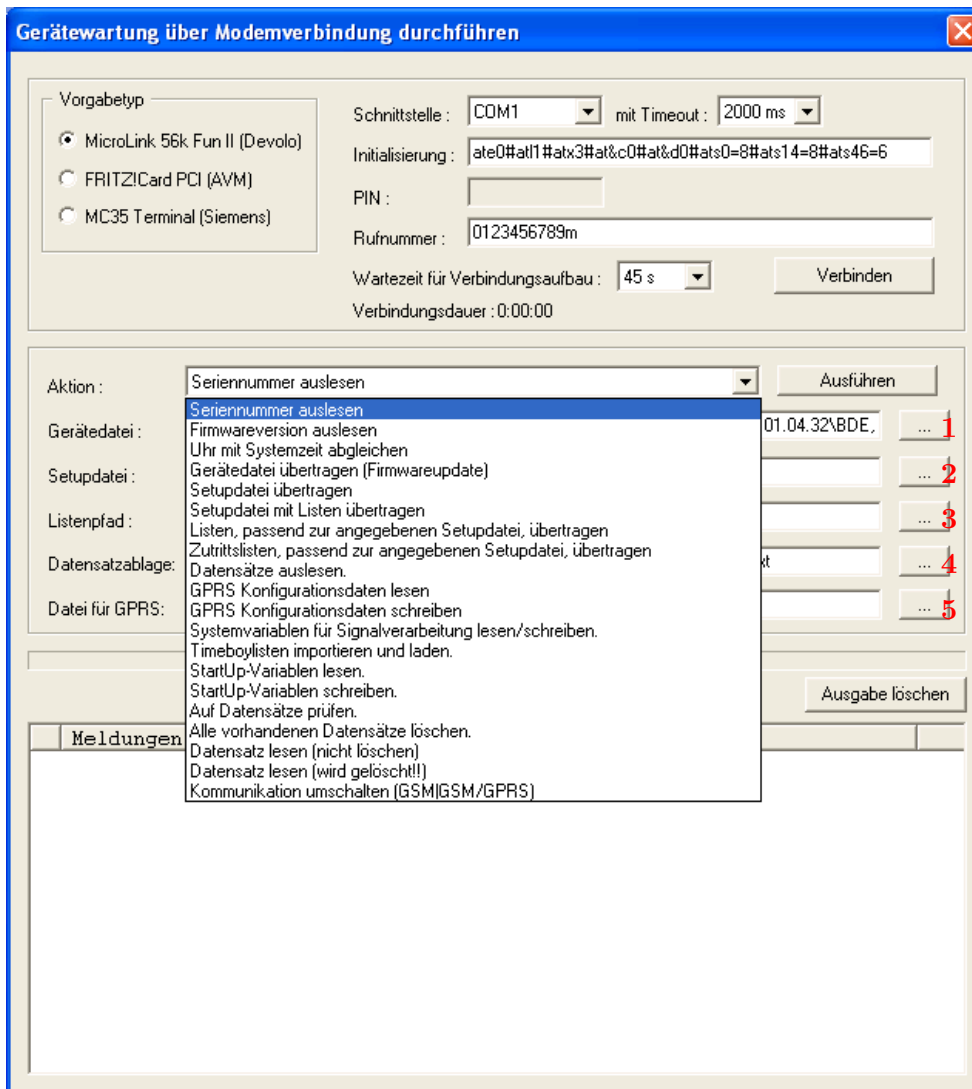

Abbildung 105: Gerätewartung über Modemverbindung
- ▶ **Gerätedatei übertragen (Firmwareupdate)** - Über die Schaltfläche **1** in Abbildung 105 öffnet sich ein Dialog über den Sie die „Gerätedatei“ mit der Endung „.hex“ auswählen können. Haben Sie die Datei markiert, können Sie sie über die Schaltfläche „Öffnen“ übernehmen.
- ▶ **Setupdatei übertragen** - Über die Schaltfläche **2** in Abbildung 105 öffnet sich ein Dialog über den Sie die „Setupdatei“ mit der Endung „.aes“ auswählen können. Haben Sie die Datei markiert, können Sie sie über die Schaltfläche „Öffnen“ übernehmen.
- ▶ **Setupdatei mit Listen übertragen** - Über die Schaltfläche **3** in Abbildung 105 öffnet sich ein Dialog über den Sie den Ordner (Pfad) angeben können in dem sich die Listendateien befinden.
- ▶ **Datensätze auslesen** - Über diese Funktion können Sie die Datensätze aus dem Mobil-MasterIV auslesen. Über die Schaltfläche **4** in Abbildung 105 öffnet sich ein Dialog über den Sie den Ordner (Pfad) angeben können in dem Sie die Datensätze speichern möchten.